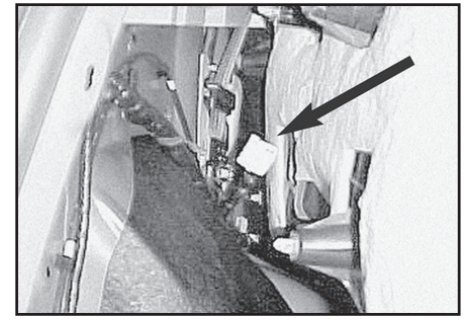

Fig. 2
3. Carefully pull back the left (driver's) side interior trim panel, taking care not to damage the body clips (Fig. 1B). A body clip removal tool may be required. Remove the rear hatch threshold held in place by two body clips. Remove the access door from the center of the left (driver's) side trim panel and using the opening as a hand hold, separate the trim panel from the lower panel near the threshold area working upward until the vehicle's towing connector is exposed (Fig. 2). The connector will be similar to that on the T-Connector harness.
3. Tire cuidadosamente de la izquierda del panel lateral tapizado interior (del conductor), teniendo cuidado de no dañar los clips del cuerpo (Fig. 1B). Una herramienta de eliminación de carrocería clip puede ser requerida. Quite el umbral de puerta trasera en su lugar por dos clips del cuerpo. Retire la puerta access desde el centro de la izquierda (el conductor de) revestimiento lateral y el uso de la apertura como un asiento de la mano, separe el panel de ajuste de la newar panel inferior de la zona de umbral trabajando hacia arriba hasta que se expone conector de remolque del vehículo (Fig. 2). El conector será similar a la del arnés de T-conector.
3. Retirez délicatement la gauche le panneau de garniture intérieure de côté (conducteur), en prenant soin de ne pas endommager les clips du corps (figure 1B). Un outil pince de retrait de corps peut être nécessaire. Retirez le seuil de hayon maintenu en place par deux clips du corps. Retirez la porte access du centre de la gauche (conducteur) garniture latérale et en utilisant l'ouverture comme une prise de main, séparer le panneau de garnissage de la newar panneau inférieur de la zone de seuil de travailler vers le haut jusqu'à ce que le connecteur de remorquage du véhicule est exposé (Fig. 2). Le conector sera semblable à celle sur le harnais T-Connector.